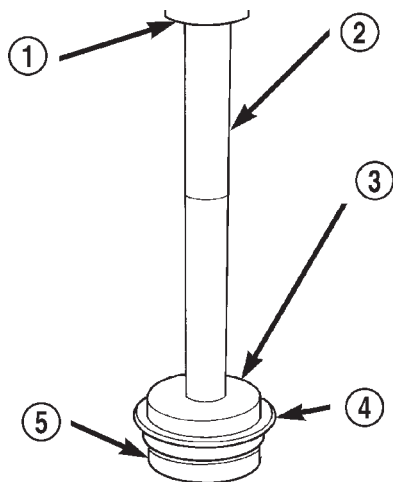

Fig. 109 Instalación de la cubeta de cojinete del eje de transferencia en el retén
(28) Instale la cubeta del cojinete del eje de transferencia en el retén con la herramienta 6061 (Fig. 109).